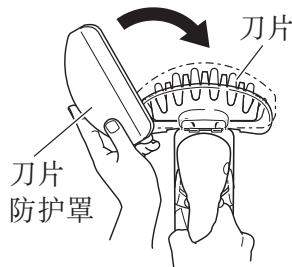

图 7
### 4. 刀片防护罩 (图 7) (CH10DL (CG)、CG10DL 的标准附件)